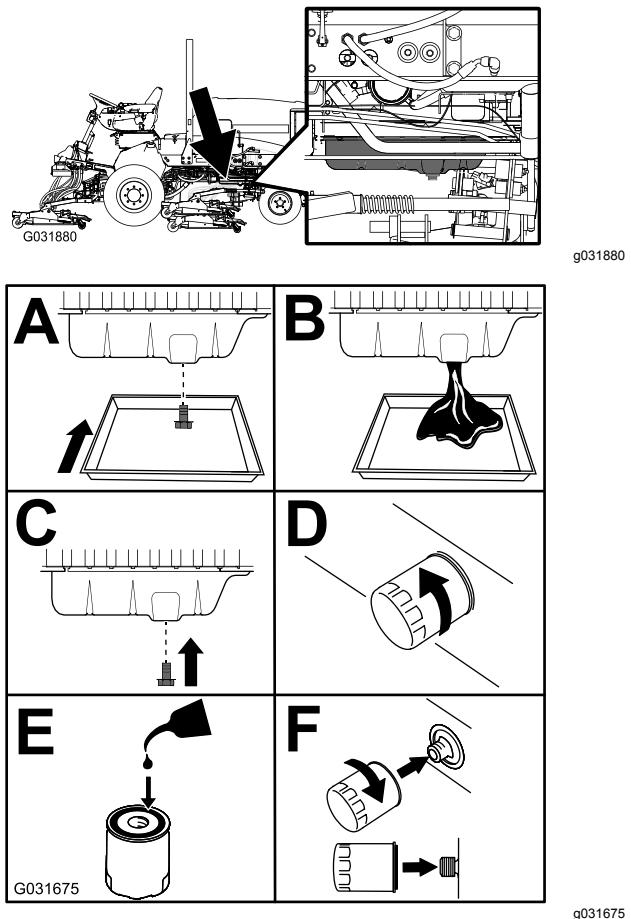

Figura 55
3. Cambie el aceite del motor y el filtro (Figura 55).